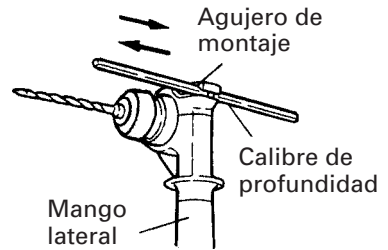

Fig. 16
6. Modo de usar el tope (Fig. 16)